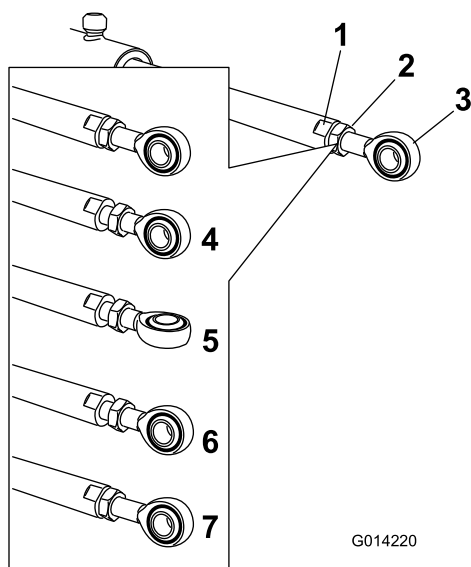

図 119
5. アクチュエータロッドの平らな部分にレンチを当ててロッドを保持しながらジャムナットをゆるめる 図 119。